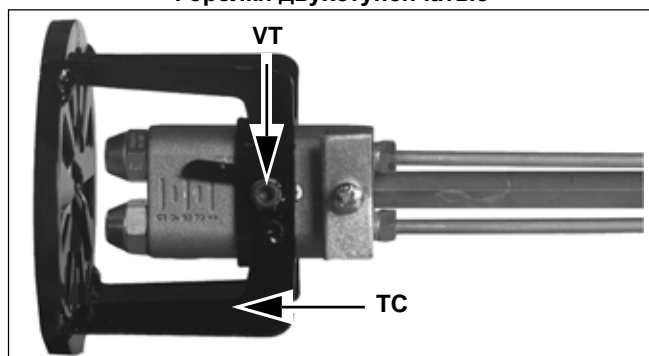

Рис. 60
- Отвинтить внутренний винт **VT** и снять головку сгорания **ТС**, как указано на Рис. 60.